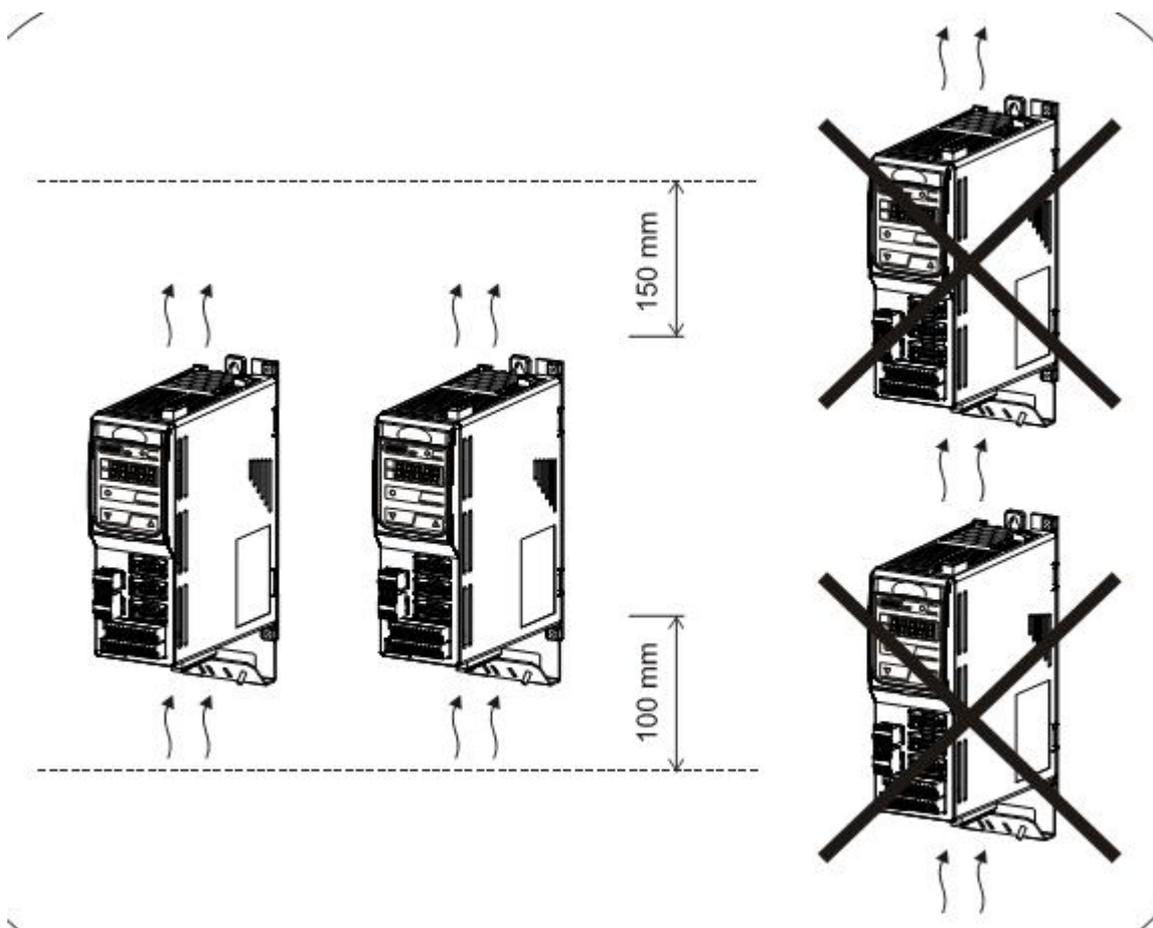

Рис. 6. Требования к монтажу
МЕСТО ПРИМЕНЕНИЯ	<p>В крытых освещенных помещениях с температурой и влажностью согласно табл.3-в и с соблюдением национальных норм по безопасности электроустановок. Привод MiniOPD EXP должен крепиться к поверхности, обеспечивающей его надежную и стабильную установку в соответствии с габаритными размерами и весом привода (Табл.3), а также с соблюдением рекомендаций по минимальному окружающему пространству (рис.6).</p> <p>НАЛИЧИЕ ВОДЫ ИЛИ ВЛАЖНОСТИ ВОЗДУХА БОЛЕЕ 90% В МЕСТЕ УСТАНОВКИ ПРИВОДА (MiniOPD EXP) АБСОЛЮТНО НЕДОПУСТИМО, Т.К. ЭТО СУЩЕСТВЕННО УВЕЛИЧИВАЕТ РИСК ПОРАЖЕНИЯ ЭЛЕКТРИЧЕСКИМ ТОКОМ ПЕРСОНАЛА И ОБОРУДОВАНИЯ.</p>
- 1) Разместите привод (приводы) с соблюдением минимальных расстояний (см. Рис.6);
ЕСЛИ ТРЕБУЕТСЯ УСТАНОВИТЬ НЕСКОЛЬКО ПРИВОДОВ, ТО РАЗМЕЩАЙТЕ ИХ, КАК ПОКАЗАНО НА РИС.6, ЧТОБЫ ОБЕСПЕЧИТЬ ПРАВИЛЬНОЕ ОХЛАЖДЕНИЕ